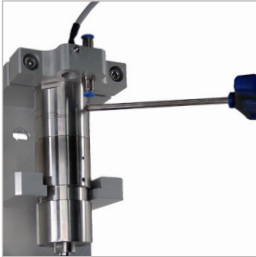

Abbildung 6
- ▶ Drehen Sie die Exzenterbetätigung (Pos. 3) mit einem Sechskant-Winkelschraubendreher SW6 um 180° (*Abbildung 6*)